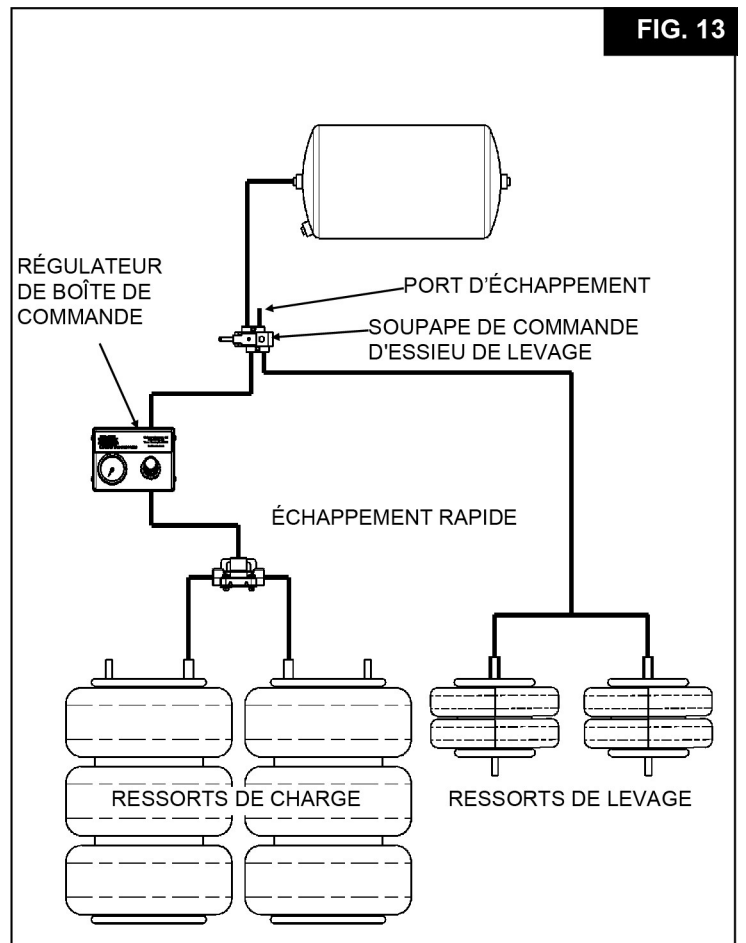

FIG. 13
13.1 Connectez les ressorts de charge et les ressorts de levage au système de contrôle de l'air (voir figure 13 pour un exemple de configuration typique).